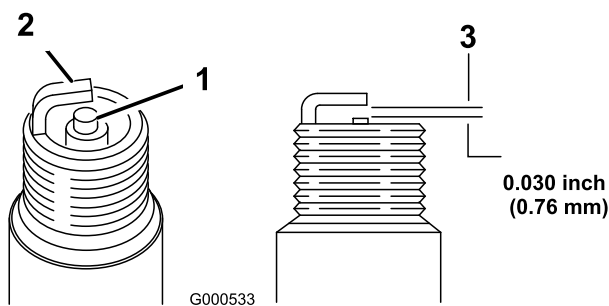

Figura 34
1. Controllate la candela (Figura 34).
2. Controllate la distanza tra gli elettrodi centrale e laterale (Figura 34). Piegate l'elettrodo laterale se la distanza non è corretta.